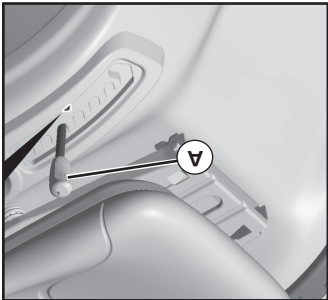

FIG. 8
LA TONDEUSE (voir la Fig. 8) La position du levier d'accrochage (B) détermine la hauteur de la tonte.